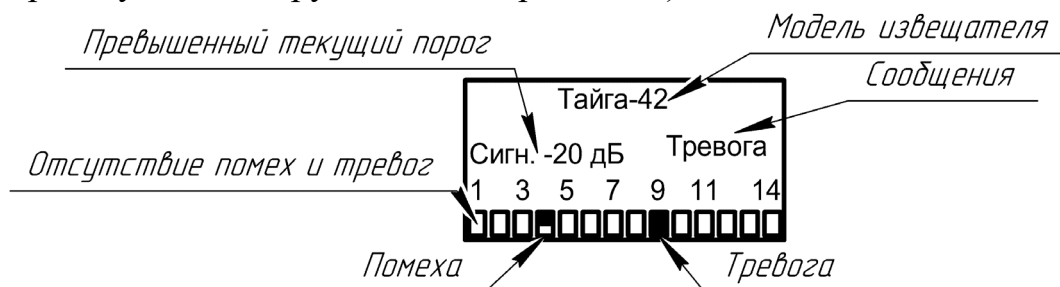

Рисунок 3 – Примерный вид ПК при отображении извещателя Тайга.
2.2.3. Для перевода ПК в режим индикации необходимо при помощи кнопок «▲» «▼» в меню ПК выбрать пункт «Данные извещателя»; при этом ПК переходит в режим индикации данных извещателя (напряжение питания «U», и модель блока извещателя, а затем в режим отображения остальных параметров. (примерное расположение на ЖКИ параметров представлено на рисунке (Рисунок 3)). В этом режиме отображается графическое представление элементарных зон извещателя, их состояние, индикация извещения о тревоге, индикация уровня помех в зоне обнаружения (ЗО) и текущий уровень превышенного порога.
2.2.4. Индикация напряжения «U=», питания производится, кратковременно (2-3 с.) после перевода ПК в режим «Данные извещателя» одновременно с индикацией надписи «U=» выводится модель извещателя. Если напряжение питания 10,2 В и выше, то на ЖКИ экране индицируется показатель «Питание норма», а если напряжение питания ниже 10,2 В (пониженное), то на экране индицируется показатель «Питание низкое». Далее автоматически ПК переходит в режим отображения остальных параметров (см. Рисунок 3). При низком уровне питания дальнейшая работа извещателей невозможна.